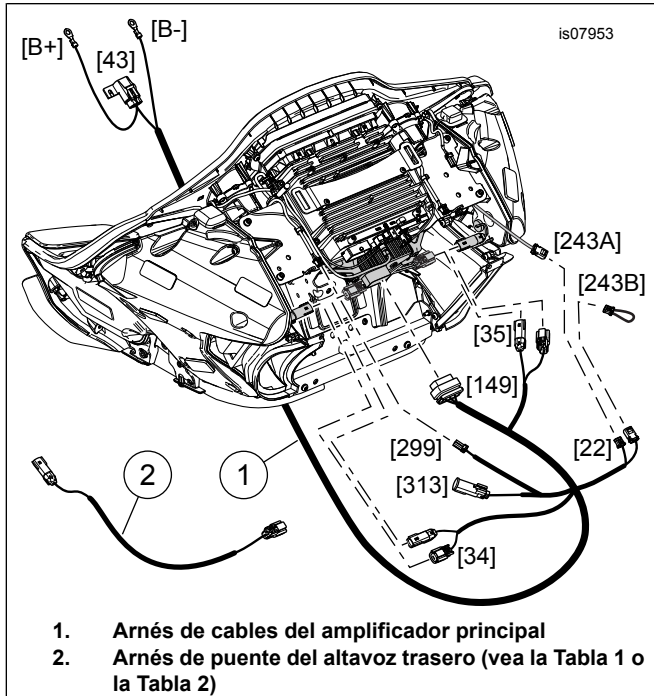

Figura 4. Conexiones del arnés
4. Vea Figura 4. Coloque el arnés, como se muestra. Conecte los conectores. Las conexiones para los conectores [34], [35], [162], [313], [299] y [22] se explican en las siguientes notas.
- El conector Molex de cuatro vías [162] proporciona la salida del canal trasero de la radio. Se usa como salida del altavoz en los modelos sin amplificador (vea Figura 4). No se utiliza con el amplificador primario. Se utiliza con la ENTRADA del amplificador secundario.